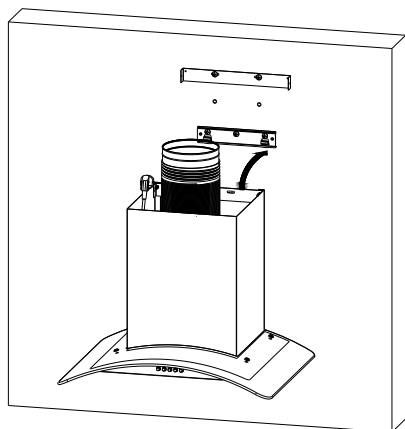

Рисунок 6
6. Вытяжка должна быть подвешена на расстоянии 650 - 750 мм над уровнем варочной панели для ее безопасной и эффективной эксплуатации. См. Рисунок 6. В помещении, в котором работает кухонная вытяжка, должна быть обеспечена достаточная вентиляция.
4. Повесьте вытяжку на планке для крепления вытяжки. См рис. 6.